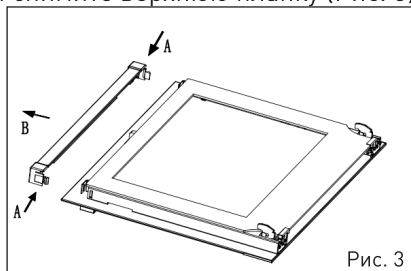

Рис. 3
3. Нажмите на кнопки на левой и правой сторонах дверцы и снимите верхнюю планку (Рис. 3).